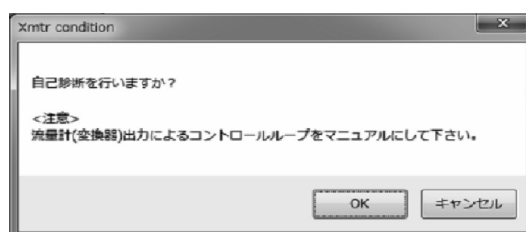

図112
- ③ 「OK」ボタンをクリックします。クリックすると、メッセージボックス(図112)が表示されます。チェックを行いますので、流量計の出力によりバルブ等を制御している場合には、その制御ループをマニュアル制御に変え、制御ループが流量計の出力に影響を受けないような状態にしてください。